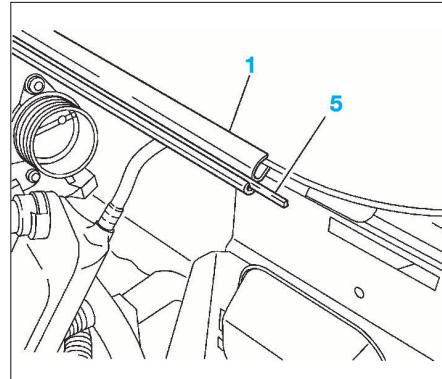

FIG. 76
- Enlever les baguettes plastique (5) des profils (1) (Fig.76).